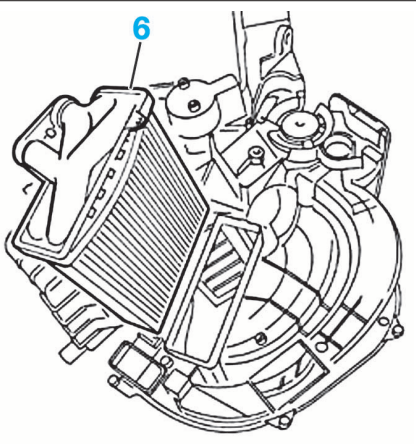

FIG. 23
- Déposer les attaches, puis déposer le radiateur de chauffage (6) (Fig.23).